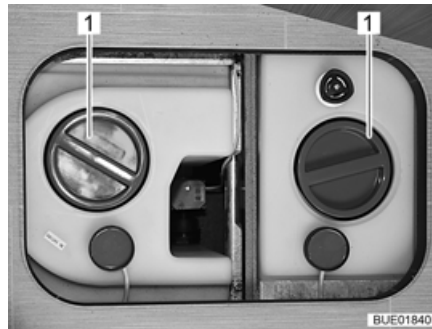

Fig. 210 Réservoir d'eau avec poignée tournante
- Enlever le couvercle de fermeture (Fig. 210,1) du réservoir d'eau.